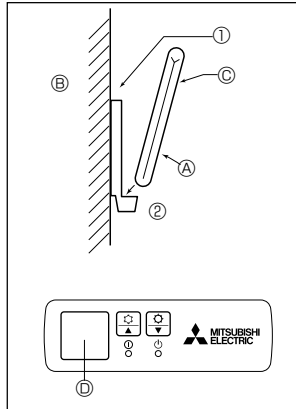
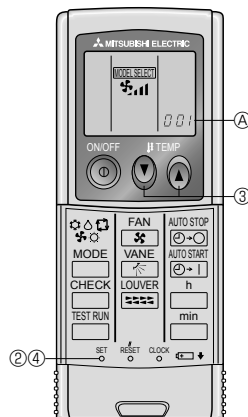

Fig. 6-5
Fig. 6-6
2) Метод установки (Fig. 6-5)
- ① Закрепите держатель пульта дистанционного управления в выбранном Вами месте с помощью двух самонарезающих винтов.
- ② Вставьте низ пульта в держатель.
3) Настройка (Fig. 6-6)
- ① Вставьте батарейки.
- ② Нажмите кнопку SET остроконечным предметом. На дисплее замигает индикация **MODEL SELECT** и высветится No. модели.
- ③ Нажмите кнопку temp **⊕ ⊖**, чтобы настроить No. модели. При неправильном выборе операции нажмите кнопку ON/OFF **⊕ ⊖** (ВКЛ./ВЫКЛ.) и вновь начните выполнение операции с пункта ②.
- ④ Нажмите кнопку SET остроконечным предметом. На дисплее на три секунды загорится индикация **MODEL SELECT** и No. Модели, которая затем погаснет.